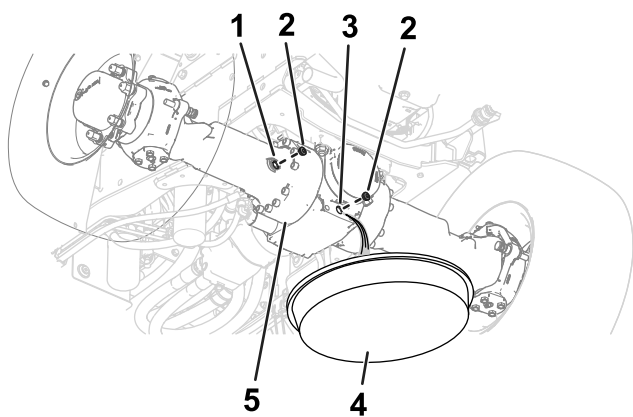
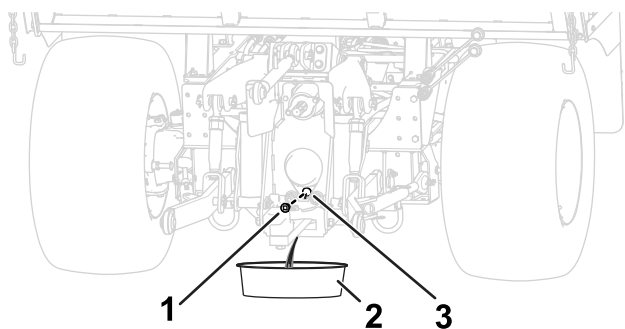

図 99
図 100
1. アクスルのデファレンシャルハウジングの下にドレンパンを置く 図 99と図 100。
2. 目視点検ポートとドレンポートからプラグを抜き取る 図 99 と 図 100。